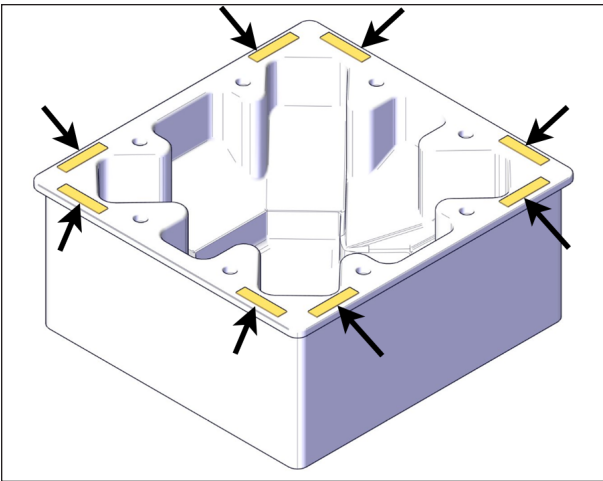

FIGURE 15: INSTALLATION DES COUSSINETS
1. Placer les coussinets protecteurs sur le dessus du spa près de chacun des coins. Utiliser le ruban adhésif qui se trouve dans le sac du joint contour pour garder les coussinets en place. Installer au moins trois coussinets sur les plus longs côtés. Ne pas superposer les coussinets, voir Figure 15.